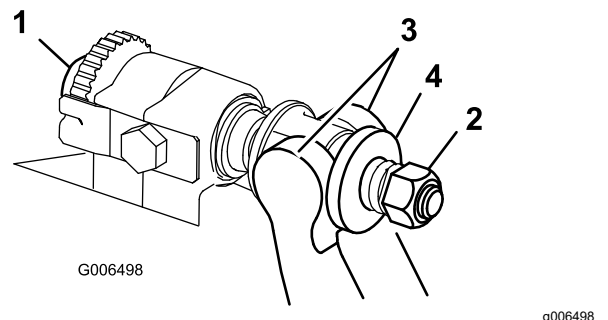

図 28
2. スプリングテンションナットをゆるめて、ワッシャがベッドバーを全く押さないようにする 図 28。
1. ベッドバー調整ねじを左に回して下刃とリールの接触を完全になくす 図 28。